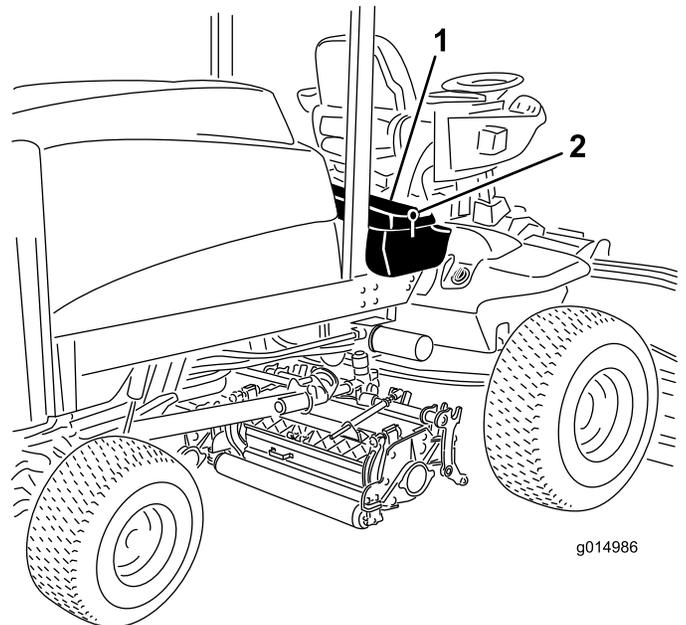

図 63
1. 運転席のコンソールパネルのラッチを外して持ち上げる (図 63)。